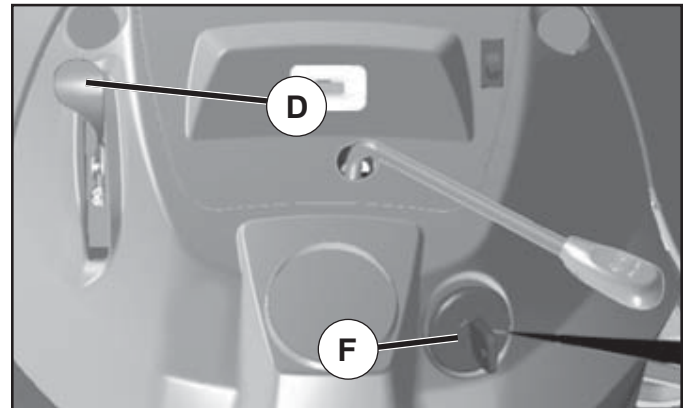

Fig. 6
- Placer la commande des gaz en position (D) « SLOW » (lent).
- Tournez la clé de contact à la position coupée (F) STOP et enlevez-la. Enlevez toujours la clé de contact quand vous quittez le tracteur pour empêcher l'emploi non autorisée.
## POUR UTILISER LA COMMANDE DES GAZ (D) (Voir la Fig. 6)